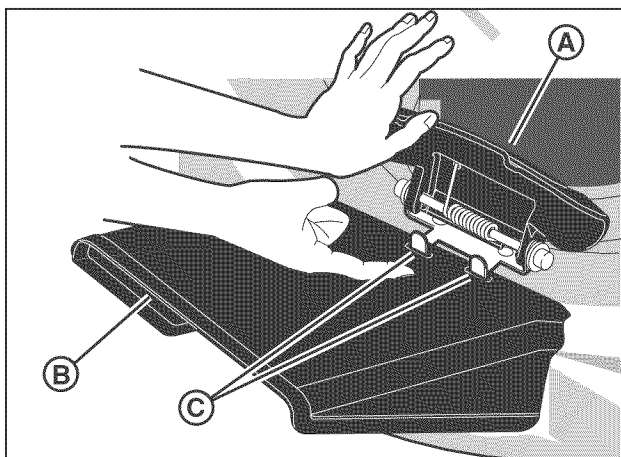

Figure 9 : Installation du déflecteur d'éjection
1. Soulever le couvercle de déchiquetage (**A**, Figure 9).